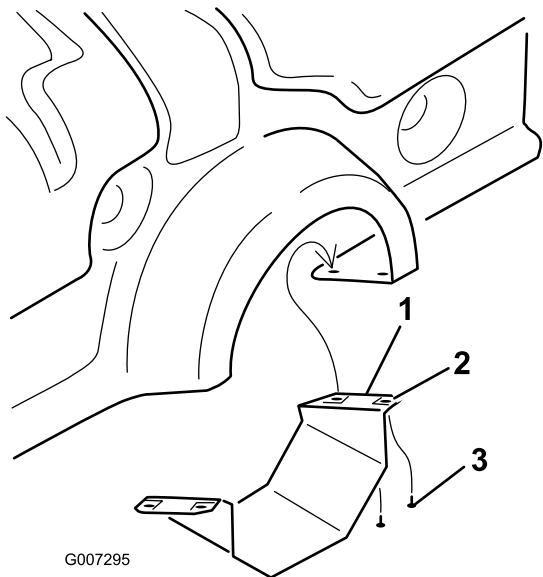

Figure 10
1. Sur le ProCore 864 uniquement, déposez la protection inférieure de PDF (Figure 10).